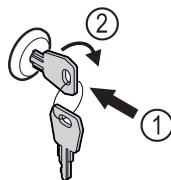

Fig. 182
- Inserire la chiave. Fig. 182 (1)
- Ruotare la chiave di 90° in senso orario. Fig. 182 (2)